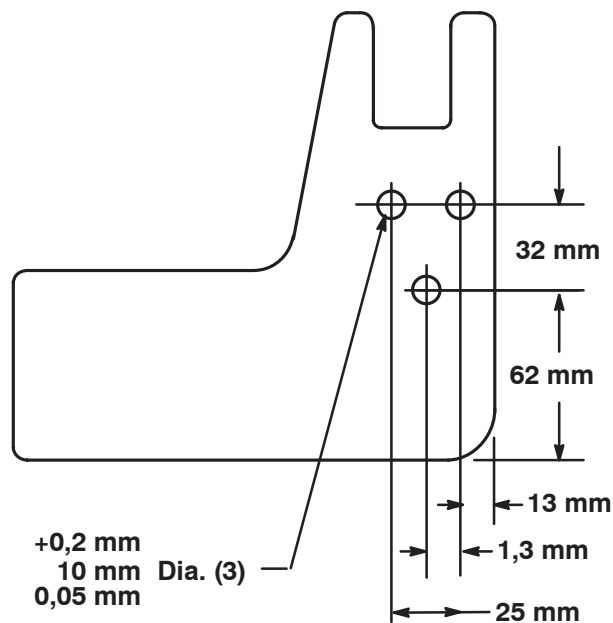

Figure 6
Remarque : Si les bras de levage n'ont pas de trous pour le montage du berceau arrière, utilisez les dimensions illustrées à la Figure 6 pour localiser, marquer et percer les 3 trous (de 10 mm de diamètre) requis dans chaque bras de levage.
4. Faites glisser le bâti porteur sur les bras de levage en alignant les trous de montage. Fixez chaque côté du bâti porteur aux bras de levage avec 3 vis de fixation (1/2 x 1-1/2 pouce). Serrez-les à 95–108 Nm (Fig. 6).